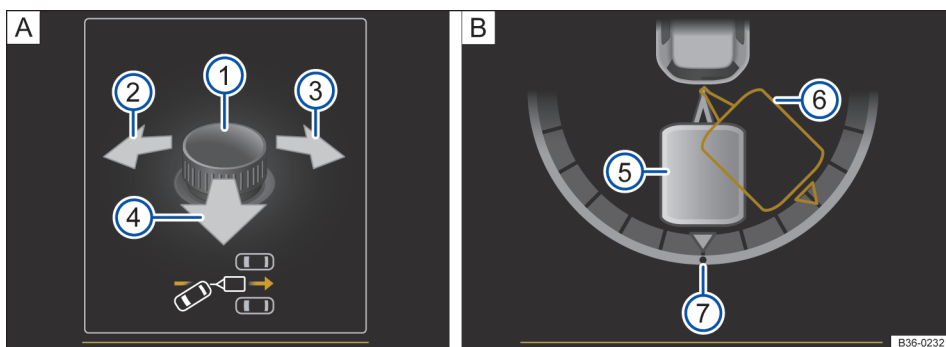

Fig. 164 No display do instrumento combinado: operar o assistente de manobras do reboque:
Legenda para Fig. 164:
- Bascular o interruptor até atingir a direção desejada → Fig. 164 **1** **A**. No display do instrumento combinado, aparece uma representação do conjunto na posição atual para orientação → Fig. 164 **B**.
- Se necessário, corrigir o ângulo com o interruptor → Fig. 164 **1** **A**.
- Pressionar o interruptor para a esquerda → Fig. 164 **2** ou para a direita **3** para determinar o sentido da condução.
- Puxar o interruptor para trás → Fig. 164 **4** para conduzir em marcha a ré. ▶